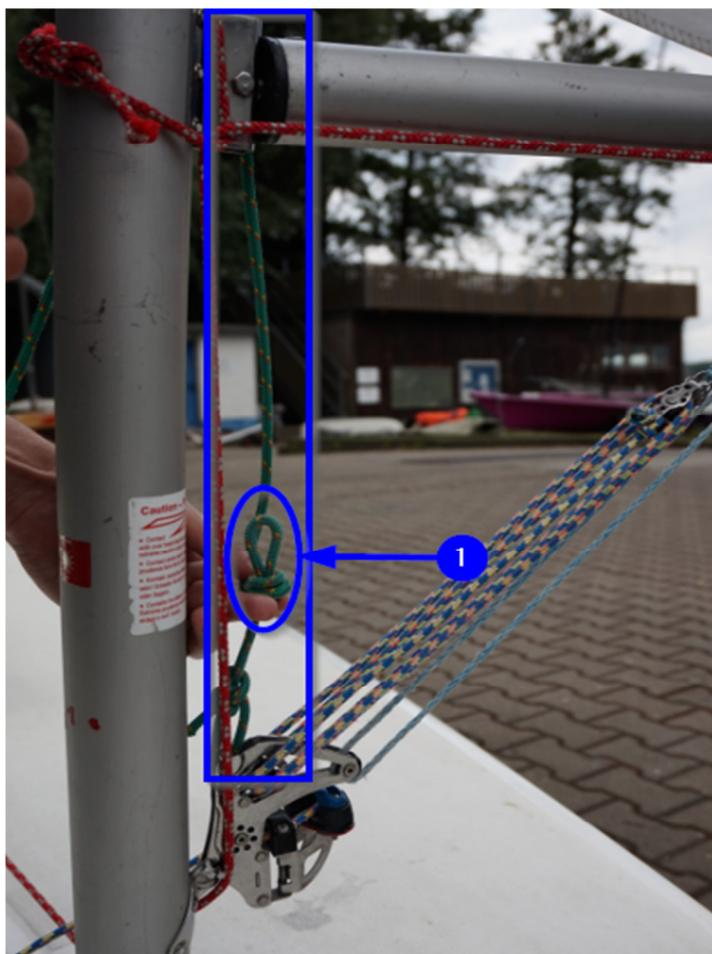

Abb. 26 – Mastsicherung und Cunninghamstreckler
2. Hierfür wird die in **Abb. 26** abgebildete grüne Leine mittels Palstek an der Taille des Baumniederholers mit einem Ende fixiert.